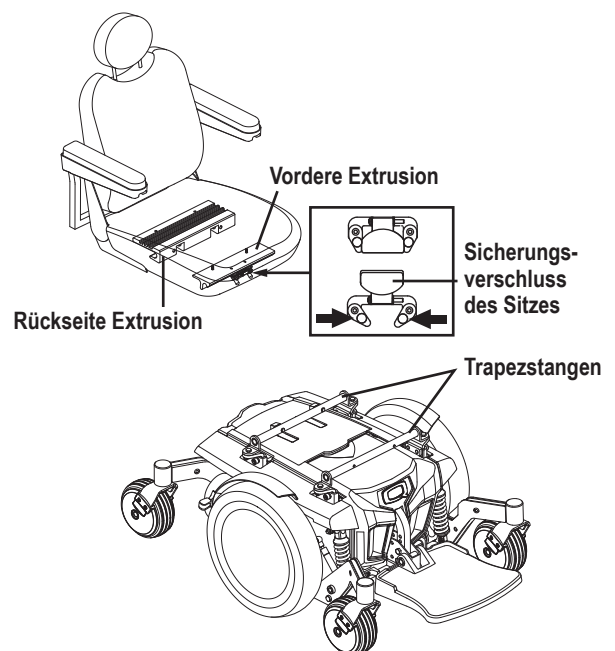

Bild 6. Universal Mounting System und Kontursitz
Es ist unter Umständen nötig, den Sitz entweder vor der Erstbedienung oder nach einem Transport einzubauen. Kontursitze werden durch das Universal Mounting System (UMS) mit dem Netzteil verbunden. Das UMS besteht aus universellen Teilen, die an dem Sitz befestigt werden können, egal wie breit oder tief dieser ist. Die zwei Hauptkomponenten sind Aluminiumextrusionen, die an der Sitzbasis befestigt sind. Diese Extrusionen werden an zwei Trapezstangen montiert, welche an dem Netzteil befestigt sind. **Siehe Bild 6.**
1. Kippen Sie den Sitz leicht nach hinten und schieben Sie die hintere Extrusion auf die hintere Trapezstange. **Siehe Bild 6.**
4. Klappen Sie den Sicherungsriegel des Sitzes hoch. **Siehe Bild 6.**